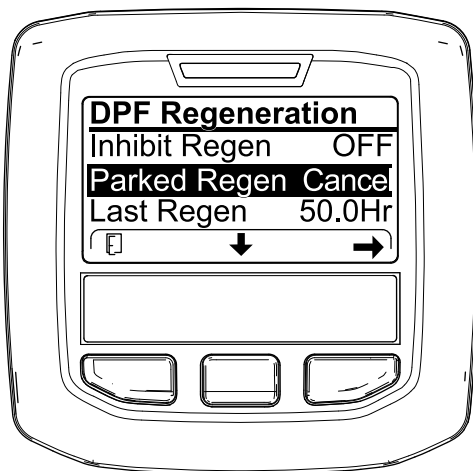
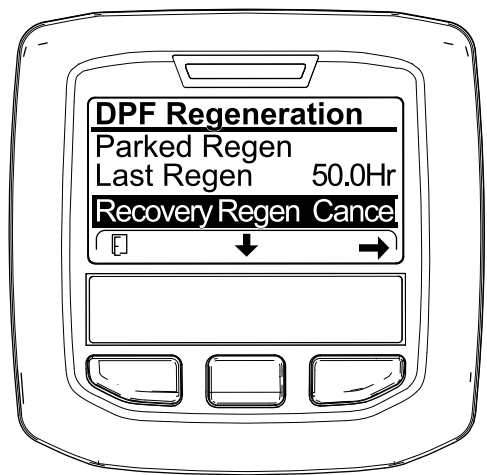

Figura 58
Figura 59
1. Accesezi meniul Regenerare DPF (Figura 58).
2. Apăsai butonul central pentru a derula în jos către opțiunea PARKED REGEN CANCEL (Anulare regenerare în stare de parcare) (Figura 58) sau opțiunea RECOVERY REGEN CANCEL (Anulare regenerare de recuperare) (Figura 59).
3. Apăsai butonul din dreapta pentru a selecta accesarea Regen Cancel (Anulare regenerare) (Figura 58 sau Figura 59).